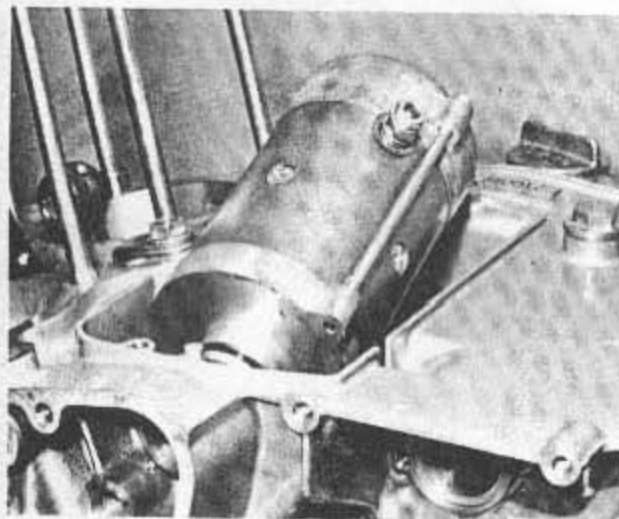

Bild 133
- Der O-Ring an der Nabe des Anlassermotors wird eingeölt und der Motor in sein Gehäuse eingepasst. Motor bis zum Anschlag einschieben und dann die beiden Halteschrauben anbringen und festziehen (Bild 133). Diese Schrauben sind mit Dichtmasse zu bestreichen, um Öllecks vom Getriebe her zu vermeiden (die Schrauben ragen ins Getriebegehäuse hinein). Anlasser- und Niederspannungskabel durch die Gehäusekante führen und Anlasserdeckel aufsetzen.